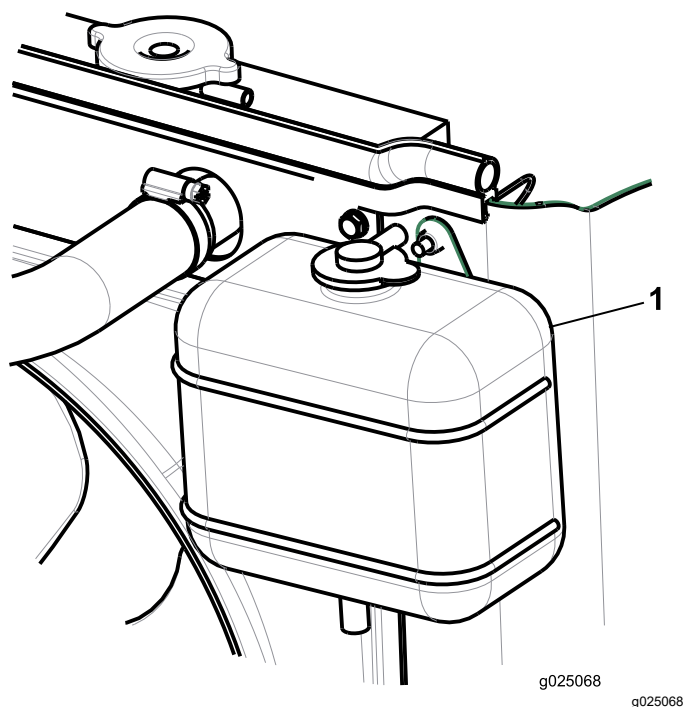

Figura 26
2. Compruebe el nivel de refrigerante en el depósito de expansión (Figura 26).